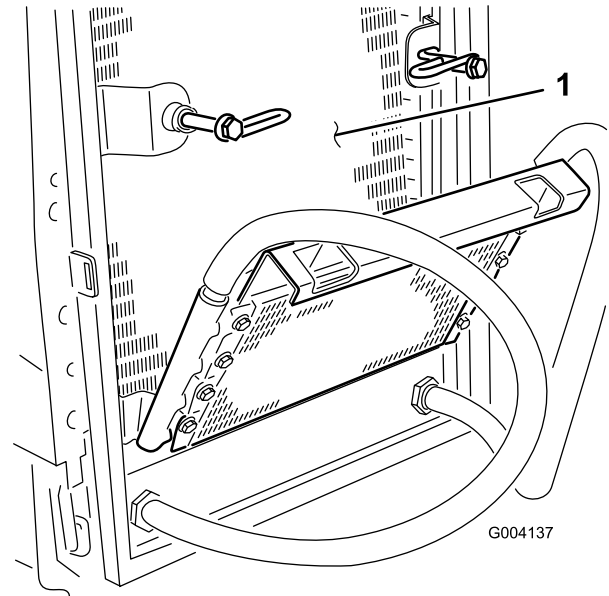

Figura 67
6. Limpie a fondo ambos lados del enfriador de aceite y del radiador (Figura 67) con aire comprimido.